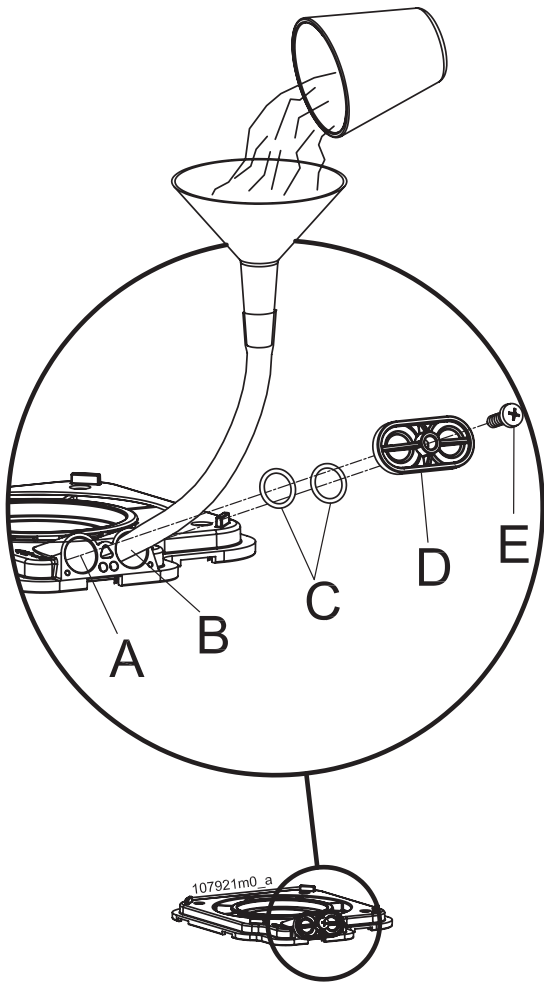

Рисунок 32 - Заполнение сифона вывода конденсата
Сифон, который находится внутри котла (см.рис.1 поз. 40), должен быть заполнен водой для создания барьера недопускающего выход газов из трубы поз.36, рис.1. Для этого следует (смотреть рис. 32):
- надеть на штуцер "А" рис. 32 резиновый шланг и направить его в умывальник или подобное,
- ослабить виты "А" рис.32 и выпустить воздух до появления целостной водной струи,
- затянуть штуцер "А" рис.32,